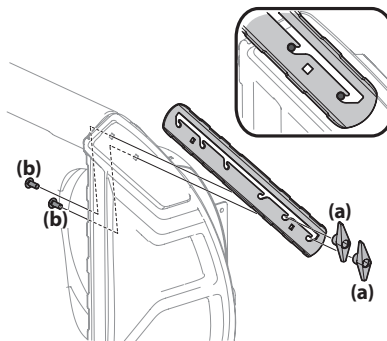

Figura 2-53
1. Retire los dos pernos de carro (a) y las tuercas de mariposa (b) que sujetan cada cortador de desplazamiento de nieve y retírelos de los lados de la caja de la barrena. Consulte Figura 2-53.
2. Gire los cortadores de desplazamiento de nieve y ubíquelos como se muestra en la Figura 2-53 hacia el exterior de la caja de la barrena.